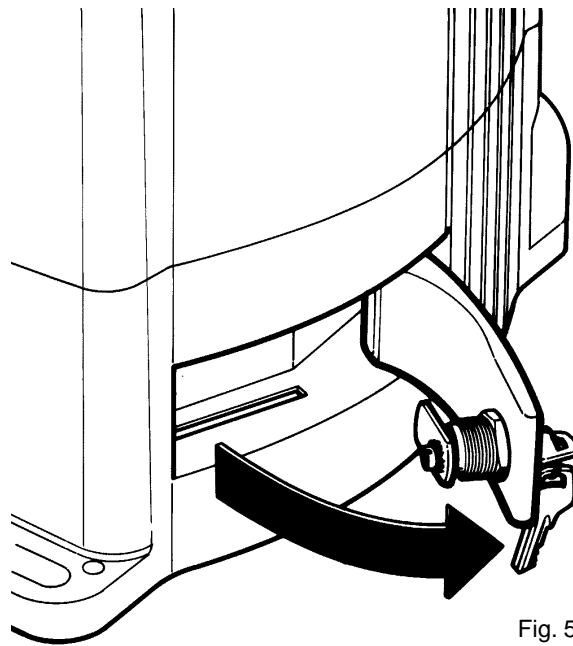

Fig. 5
| <p>Ⓘ 1) Ruotare verso l'alto il copriserratura (1).                 2) Inserire la chiave e ruotarla in senso orario di 90° (2).                 3) Tirare a se la maniglia agendo dapprima sulla chiave stessa fino a portarla perpendicolare al THOR (Fig. 5).                 Un microinterruttore di sicurezza fa in modo che non possa avviarsi in posizione manuale.</p> | <p>ⒸB 1) Slide the key cover upwards (1).                 2) Insert the key and turn it 90° clockwise (2).                 3) Pull the handle towards you, turning the key, until it is perpendicular to THOR (Fig. 5).                 A safety microswitch prevents it from being able to start in the manual position.</p> | <p>Ⓕ 1) Tourner le cache-serrure vers le haut (1).                 2) Introduire la clé et la tourner de 90° dans le sens des aiguilles d'une montre (2).                 3) Tirer vers soi la poignée en agissant d'abord sur la clé proprement dite de manière à la placer perpendiculairement au THOR (Fig. 5).                 Un microinterrupteur de sécurité fait en sorte que le dispositif ne puisse pas se mettre en marche en position manuelle.</p> | <p>Ⓓ 1) Die Abdeckung des Schlosses (1) nach oben drehen (1).                 Den Schlüssel einstecken und um 90° nach rechts drehen (2).                 Den Griff durch Betätigung des Schlüssels nach vorne ziehen, bis er senkrecht zu THOR steht (Abb.5).                 Ein Mikroschalter bewirkt, dass er nicht in manueller Position angelassen werden kann.</p> | <p>Ⓔ 1) Gire hacia arriba el cubrecerradura (1).                 2) Introduzca la llave y gírela 90° hacia la derecha (2).                 3) Tire de la manija hacia Ud., actuando antes sobre la llave hasta colocarla perpendicularmente a THOR (fig. 5).                 Un microinterruptor de seguridad impide que se pueda poner en marcha en posición manual.</p> |